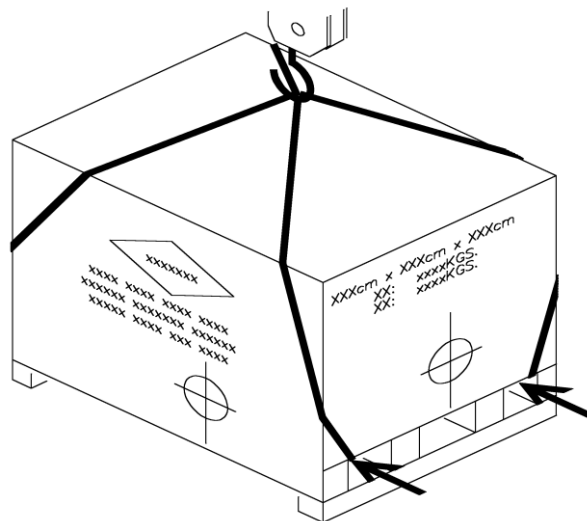

Рис.4.1.1
- (2) Грузоподъемность крана должна превышать вес поднимаемого груза.
- (3) Подготовьте подходящие стропы.
- (4) Перепроверьте стропы перед началом работ по подъему.
- (5) Разместите стропы, как показано на Рис.4.1.1.
- (6) При подъеме грузчики должны держаться отдельно от станка, недопускать появления людей под поднимаемым грузом или в опасной близости от него.
- (7) Грузчики должны иметь соответствующую квалификацию и допуск к проведению работ.